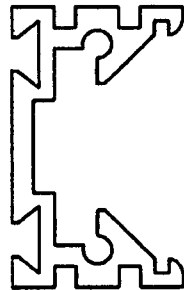

Fig 2
- fig.2 ukazuje profil konstrukcyjny w widoku bocznym,